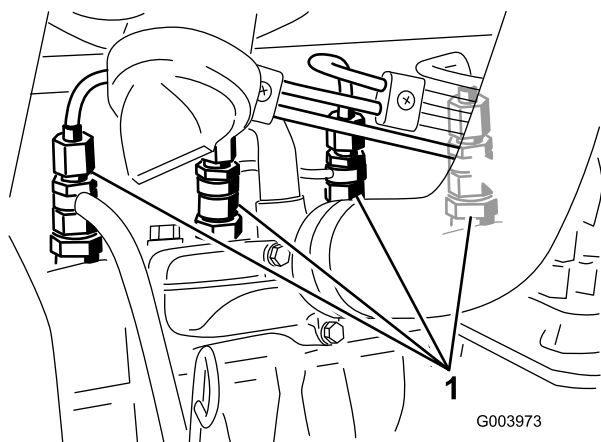

Figure 37
1. Desserrez le raccord entre l'injecteur n° 1 et le porte-injecteurs (Figure 37).